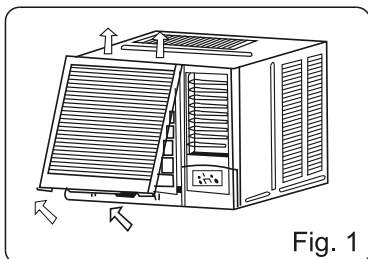

Fig. 1
2. Nehmen Sie das Rückluftgitter aus seiner Halterung (Fig. 1)